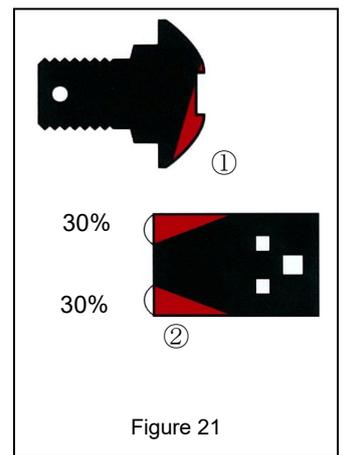

Figure 21
- Lorsque les vis de lames comportent une tête usée (1, Figure 21), la lame peut être projetée et provoquer un accident grave. Remplacez les vis de lame dès la disparition de l'empreinte de tête de vis. De plus, remplacez (ou inversez) la lame dès que l'usure atteint 30% (Figure 21)